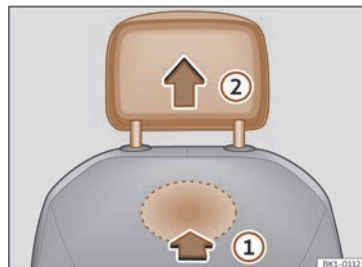

**Fig. 100** Appui-tête avant : démontage.
» fig. 100 ①.
- Retirez l'appui-tête dans la direction de la flèche ②.